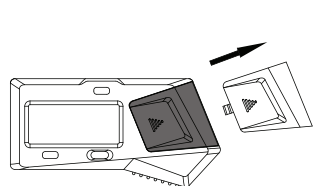

Fig.1
- Retirer le couvercle de la batterie (Fig.1)